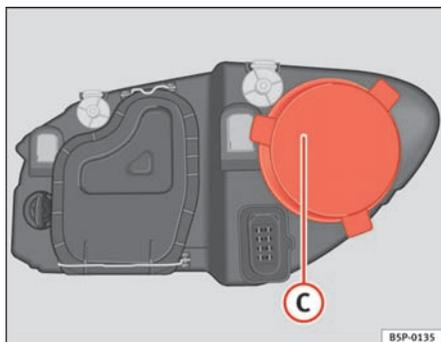

Fig. 167 Luz de carretera
- Retire la tapa ⇒ fig. 167 ③ tirando de la misma.